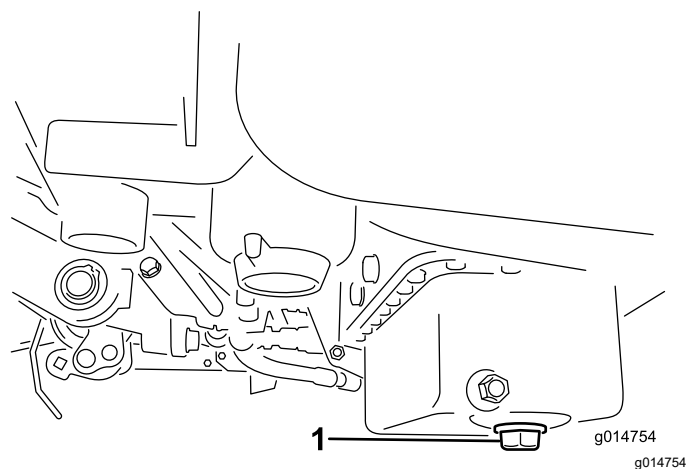

Figura 36
1. Retire o tampão de escoamento e deixe o óleo escorrer para um recipiente adequado. Quando o óleo parar, volte a montar o tampão de escoamento (Figura 36).